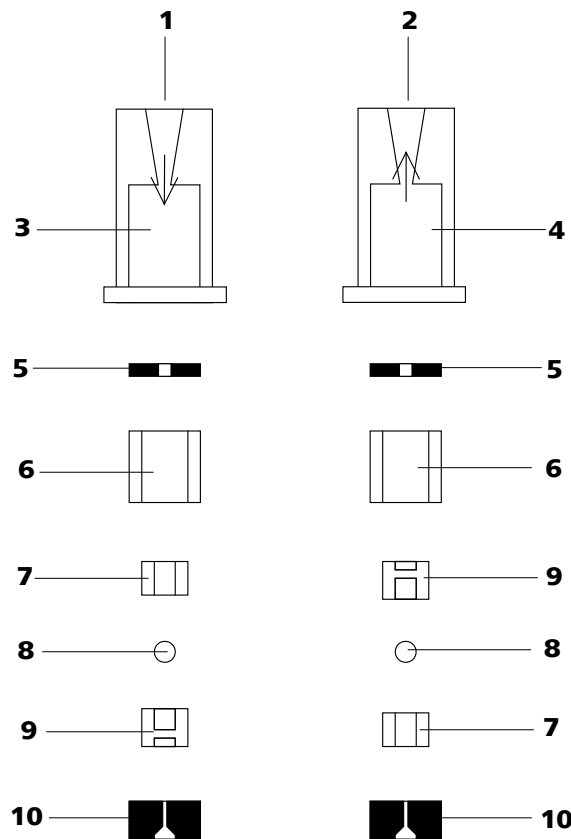

Abbildung 47 Bestandteile von Einlassventil und Auslassventil
- Einlassventil und Auslassventil bestehen aus den gleichen Bestandteilen, die nur unterschiedlich angeordnet sind (siehe Abbildung 47, Seite 89).
Ventilbestandteile *gemäss* Abbildung 47, Seite 89 wieder zusammensetzen.
- Die übrigen Ventilbestandteile in der richtigen Reihenfolge (*siehe Abbildung 47, Seite 89*) aufeinander legen.
Ist dies nicht der Fall, muss das Ventil nochmals zerlegt und richtig zusammengesetzt werden (*siehe Abbildung 47, Seite 89*).